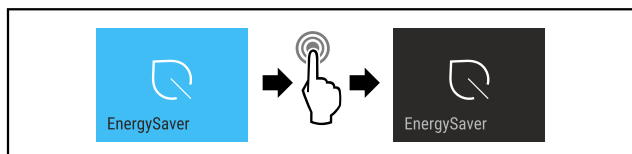

Fig. 18
- ▶ Proved'te akční kroky (viz Fig. 18) .